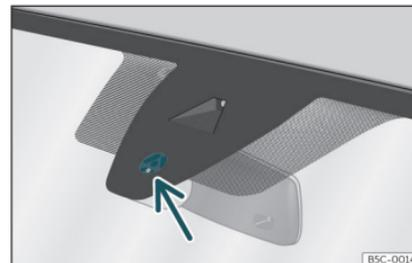

Fig. 92 Surface sensible du détecteur de pluie.
Les causes possibles d'anomalies et d'interprétations erronées *dans la zone de la surface sensible*» fig. 92 du détecteur de pluie peuvent être :
- Nettoyez régulièrement la surface sensible du détecteur de pluie» fig. 92 (flèche) et vérifiez l'état des balais.